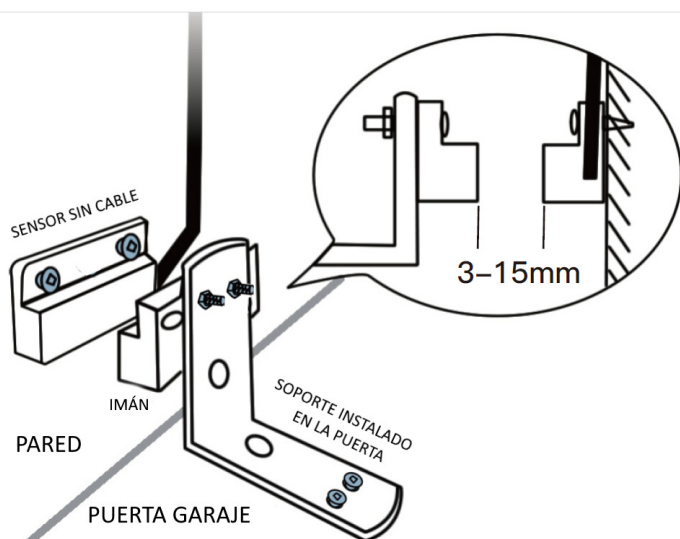

Fig. 2
2.1 Instalar el sensor de tal manera que, el que lleva los cables y el que no los lleva queden uno en proximidad del otro cuando la puerta está cerrada. Si solo hay una parte móvil, se aconseja poner el que no lleva cables en ésta (Fig. 2 y 3).